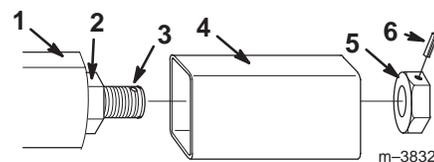

Figure 4
8. Insérez le bout de l'élinde dans la chambre de réglage en glissant la tige de réglage dans le petit trou du fond de la chambre (Fig. 4).
9. Par l'arrière de la chambre de réglage, vissez l'écrou de réglage sur la tige jusqu'à ce que le bout de la tige affleure au ras de l'écrou et que les marques tracées au point 5 coïncident (Fig. 4).
10. Remettez la goupille cylindrique dans l'écrou de réglage (Fig. 4).